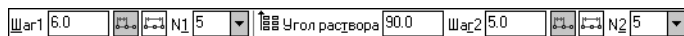

Рис. 39.28. Задание параметров копирования по сетке
- Активизируйте вкладку **Параметры** на Панели свойств (рис. 39.28).